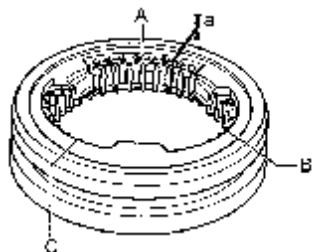

图 9-77 检查同步器齿环
(8) 检查同步器齿环的磨损时，把同步器齿环按压入同步器齿套中，并用一块片状塞尺厚度规在 A、B 和 C 部位测量间隙尺寸“a”，如图 9-77 所示。把测得的数值相加并除以 3 即为同步器齿环的磨损量，该值允许不低于 0.5mm。